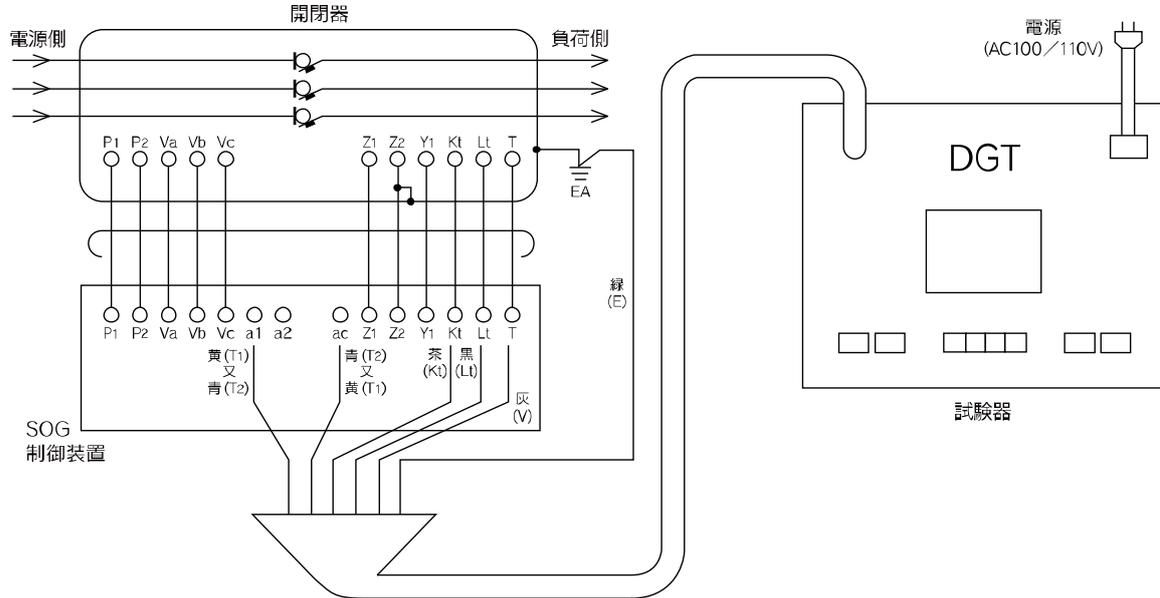

図 1 戸上電機製作所製 (DGT) によるテスト回路の一例
- ② 図1～6の試験回路はSOG制御装置だけの地絡動作時間測定となります。